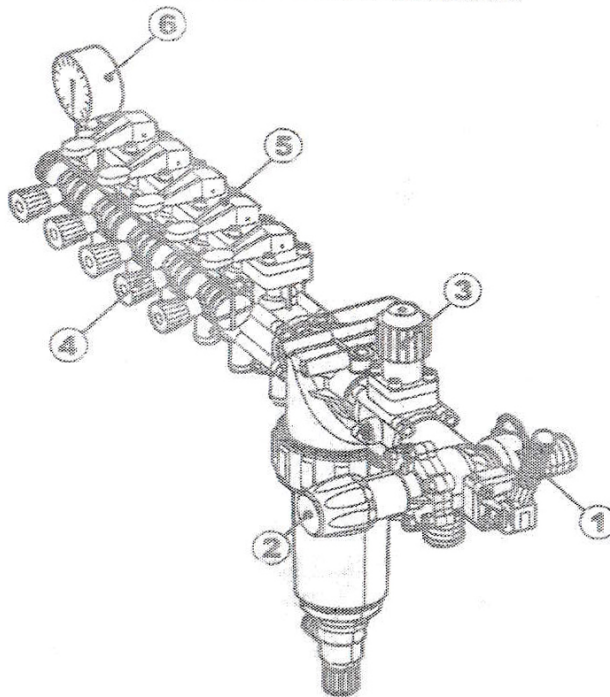

Рис. 6.11
6.3.15 Проведіть наступні роботи на пульті керування (рис. 6.11):
- опустіть ручку (1) вниз;
- відкрутіть маховики (2) та (3);
- закрутіть маховики (4);
6.4.4 Важіль розвантажувального клапана (1, рис. 6.11) переведіть у верхнє положення.
6.4.10 Доведіть оберти до номінальних і переведіть ручку розвантажувального клапана в крайнє нижнє положення . При цьому манометр (6, рис. 6.11) показує тиск рідини в системі.